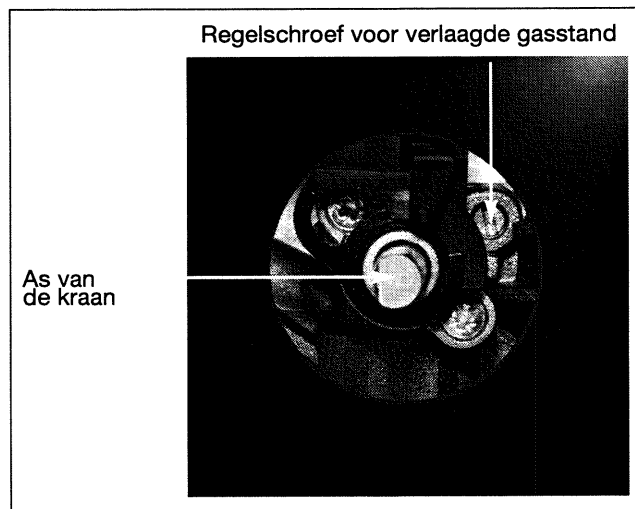

Fig. 5
- Met behulp van de in de hoes bijgeleverde kleine schroevendraaier draait u de regelschroef (van geelkoper messing) voor verlaagde gasstand in wijzerzin helemaal tot het einde (Fig. 5).